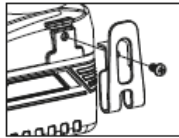
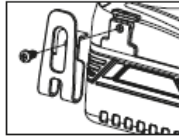

Fig. 8A
Fig. 8B
2. Om de riemhaak aan te brengen, steekt u deze in een groef in de gereedschapsbehuizing aan beide zijden en zet u hem vast met een schroef. Om hem te verwijderen, draait u de schroef los en verwijdert u deze. (Fig. 8A & Fig. 8B)